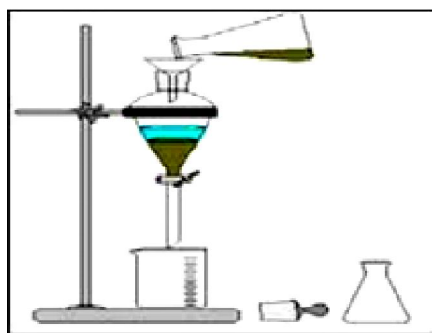

Ilustración 4. Decantación
- Decantación. Cuando uno de los componentes no se disuelve en el solvente. Ejemplo: agua y aceite. La técnica se conoce como decantación. Puede ser técnica, cuando utilizamos el embudo de decantación, o, manual, por ejemplo cuando retiramos con una cuchara el aceite que sobrenada en un líquido, o cuando se inclina lentamente el recipiente para descargar la capa superior de líquido. Ver ilustración 4.